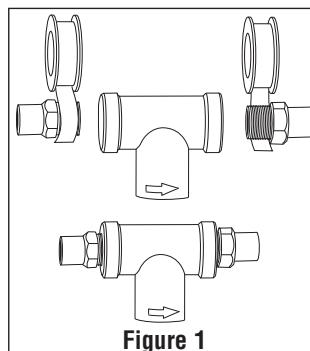

Figure 1
1. Enrouler du ruban de PTFE autour des raccordements filetés des adaptateurs et visser aux deux extrémités de la tête de la cartouche. **Ne pas** utiliser de garniture d'étanchéité ni d'enduit d'enrobage, car ils contiennent des solvants qui peuvent endommager les raccordements. (figure 1).